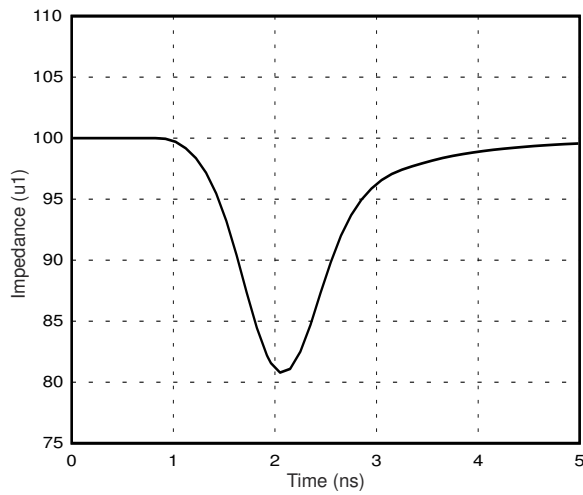
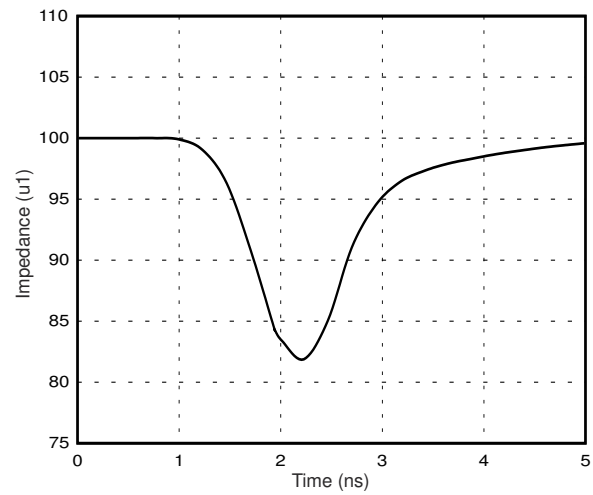

图 2-2. TPD1E04U04DPY 的阻抗来自 192ps 上升时间 TDR
图 2-3. TPD4E02B04DQA 的阻抗来自 192ps 上升时间 TDR
一些行业规范规定了源端或接收端可具有的总寄生电容量，不包括接收器芯片组中的电容。对于 USB 3.1 第 1 代，供电端的此值为 1.25pF；对于第 2 代，此值为 1.1pF。其他行业规格未按值指定电容，而是由时域反射计 (TDR) 使用指定的上升时间测量时对传输线路特性阻抗的影响指定。HDMI 2.0 规范规定，当在 TDR 上升时间小于 200ps 的情况下测量时，在 250ps 的持续时间内没有超过 $100\ \Omega \pm 25\%$ 的单次偏移。图 2-2 和图 2-3 展示了一些德州仪器 (TI) ESD 二极管的阻抗。